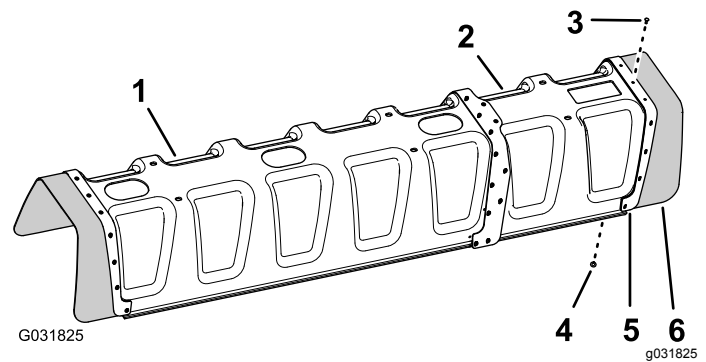

Bild 148
5. Fluchten Sie die Löcher in der Gummiabdeckung und der Verstärkungsplatte (eine Reihe), die Sie in Schritt 2 entfernt haben, mit den Löchern am Ende der Abdeckungsverlängerung aus (Bild 148).